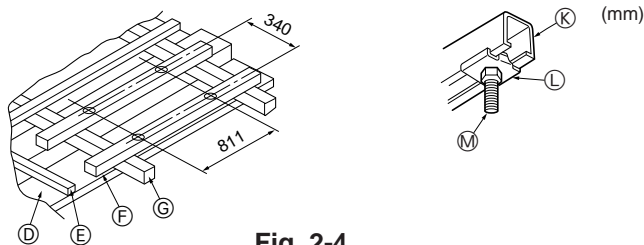

Fig. 2-4
#### ① Houten constructies (Fig. 2-4)